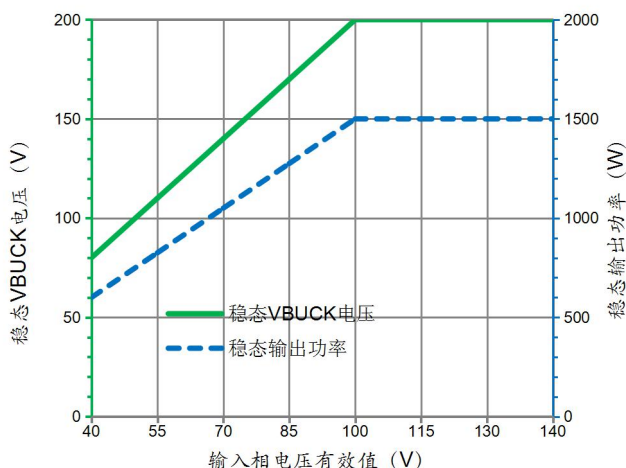
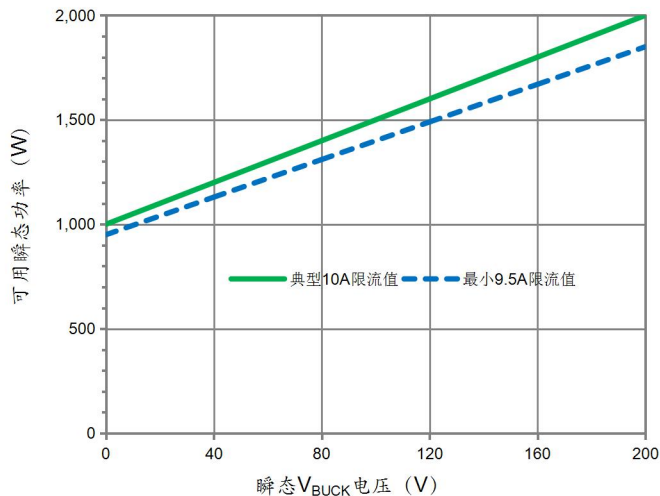
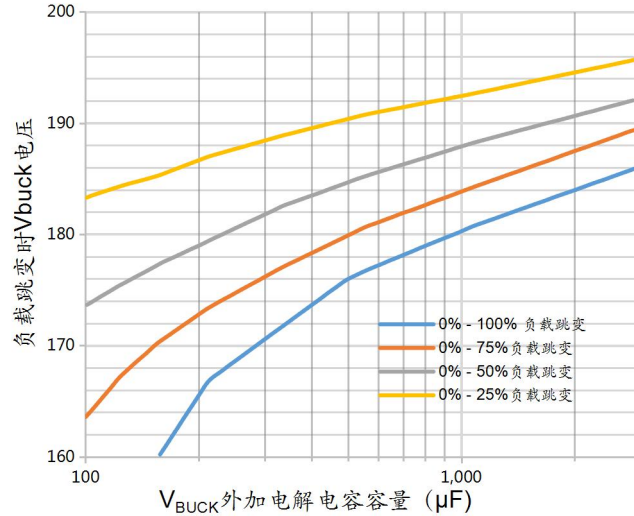

图 10: 稳态情况下 V_{BUCK} 电压和输出功率随输入相电压有效值变化曲线
图 13: 瞬态可用功率与瞬态 V_{BUCK} 电压关系 (静态参数参见图 10)
图 14: 不同负载跳变幅度情况下 V_{BUCK} 电压瞬间电压值与其端口电容量之间的关系
作为降压转换器, PFC 整流器只能产生比输入线电压低的 V_{BUCK} 输出。模块的 V_{BUCK} 输出在较高的输入电压下保持不变, 即标称的 200V; 但当交流输入电压低于 100Vrms (L-N) 时会降低 (参见图 10)。
输入电压高于 100Vrms (L-N) 时, 稳态输出功率额定值为 1500W, 此额定值是依据 (最小) 9.5A 电流限值提供的设计余量、基于 V_{BUCK} 输出 7.5A 而定出的。对于 200V 的 V_{BUCK} 电压, 7.5A 对应 1500W。当输入电压低于 100Vrms 时, 稳态 V_{BUCK} 电压降低, 额定功率也会按比例降低; 85Vrms 时 V_{BUCK} 通常为 170V, 相应的额定功率为 1275W (见图 10)。
降压级输出电流限值为 $10\text{A} \pm 5\%$ 。由于 V_{BUCK} 在低输入电压下降低, 对应的输出功率也会降低 (参见图 10)。从热性能上讲, 只要维持基板温度等于或低于 85°C, 同时保持内部温度低于 125°C, 模块是可以临近电流限值持续工作。因为 $+V_{\text{OUT}}$ 为稳压输出, 所以升压级是恒功率输入: 如果 V_{BUCK} 电压下降, 升压级输入电流将升高。因此如果模块从 $+V_{\text{OUT}}$ 加载, 就会激活降压级 10A 电流限值, V_{BUCK} 电压的跌落受 V_{BUCK} 电容容量大小控制。为此建议稳态情况下模块工作在等于或低于额定功率下, 仅在瞬变状态下接近电流限值。
- 1) 首先确定瞬变过程中最小 V_{BUCK} 电压, 通常会低于图 10 所示的稳态值。最小 V_{BUCK} 电压值是瞬变严重程度和 V_{BUCK} 电容值的函数: 对于负载瞬变, 如图 14 中所示, 但必须针对输入瞬变进行实测。
- 2) 将此最小 V_{BUCK} 电压乘以 9.5 A (最差情况时 V_{BUCK} 电流限值的最小值), 以获得瞬变期间可用功率的最小值 (见图 13)。
在+V_{OUT}或V_{BUCK}上施加的瞬变负载将导致V_{BUCK}上的电压显著跌落,为保证持续功率输出应必须如图13所示保持V_{BUCK}电压足够高。正如图14所示V_{BUCK}外部电容越大,电压瞬间跌落幅度越小。
例如,用一个100μF电容放置到V_{BUCK}端,可以处理从0%至75%额定功率的变化:如图13所示,维持75%功率所需的V_{BUCK}电压仅为120V。但是从0%至100%的负载瞬变需要至少180μF的外部电容,以保持V_{BUCK}不会低于所需的160V。有关更多信息,请参见上文标题为“V_{BUCK}电流限值”的部分。
如果在输入电压中断期间可以接受输出电压的下降,则可以将保持电容置于+V_{OUT}端口。在输入掉电期间,降压PFC级中的二极管保持反向偏置,直至V_{BUCK}电压降至图10所示的电压值以下。在V_{BUCK}端口采用相对较小容量可使V_{BUCK}快速下降至此电压值,从而允许转换器为+V_{OUT}补充功率(参见图13)。+V_{OUT}电容器的电压额定值至少应为320Vdc。
V_f 是瞬变期间的最小电容器电压。(对于V_{BUCK}的电容,从图13中确定;对于+V_{OUT}电容,根据下游电压要求确定。)
当保持电容位于 V_{BUCK} 时， V_i 将是线电压（见图 10）和负载电流（ V_{BUCK} 在满载时通常会下降到 200V）的函数。由于 V_{BUCK} 有电流限制， V_f 将成为线路中断期间负载功率的函数（参见图 13 以及标题为“ V_{BUCK} 电流限制”的章节中的进一步讨论）。
- 4) 电流限制容差（最小 9.5A，如图 13 所示，提高所需 V_f 以保持负载功率）
当考虑从输入跌落/低电压恢复时，必须将上述 C_{holdup} 公式中的 t_{drop} 定义为 PFC 无法给 V_{BUCK} 充电的时间。当 V_{BUCK} 高于图 10 所示的标称值时，PFC 将无法提供任何电源，因为降压拓扑 PFC 级中的二极管处于反向偏置从而不会有电流流过。因此，在输入低电压期间， V_{BUCK} 电容将需要提供整个负载需求，直到 V_{BUCK} 电压放电至低于图 10 所示值之后，此后降压 PFC 可提供高达 10 A（典型值）/ 9.5 A（最小值）电流到 V_{BUCK} 。
如果 V_{BUCK} 的功率需求低于图 10 所示的可用功率，则可以通过扩展低电压运行来提供。如果所需功率超过此可用功率，则超出部分功率必须来自 V_{BUCK} 电容，并且 V_{BUCK} 电压将会与超出部分功率成正比例的速率降低（与 V_{BUCK} 电容容值成反比）。即使因输入电压低于 80Vrms 之后 AC OK